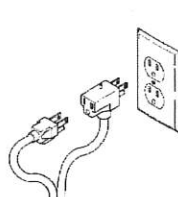

Figure 4
1. The RS-5LL 115V switch is supplied with a three-prong piggyback plug/receptacle on the cord and must be used with pumps that have three prong plugs. This connection is illustrated in Figure 4. The third prong is to ground the pump to prevent possible electric shock hazard. Do not remove the third prong from the plug. To reduce the risk of electric shock, be certain that it is connected to a properly grounded grounding-type receptacle.
1. Le cordon d'alimentation de l'interrupteur RS-5LL 115 V est doté d'un record mixte à trois branches, et doit être utilisé avec des pompes pourvus de prises à trois trous. (voir la Figure 4). Pour éviter les risques d'électrocution, la troisième broche relie la pompe à la terre. Ne pas retirer la troisième broche de la prise. Afin de réduire le risque de décharge électrique, s'assurer que la pompe est branchée à une prise correctement mise à la terre.